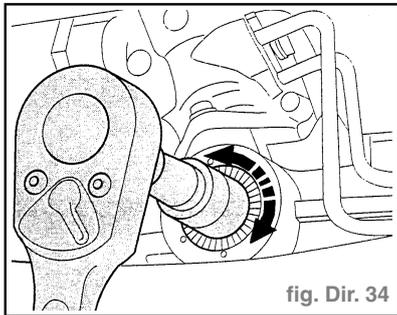

fig. Dir. 34
- Le deuxième mécanicien tourne avec précaution la vis de réglage (flèche) aussi loin dans le couvercle jusqu'à ce que le bruit métallique se perde à l'intérieur du véhicule (fig. Dir. 34).